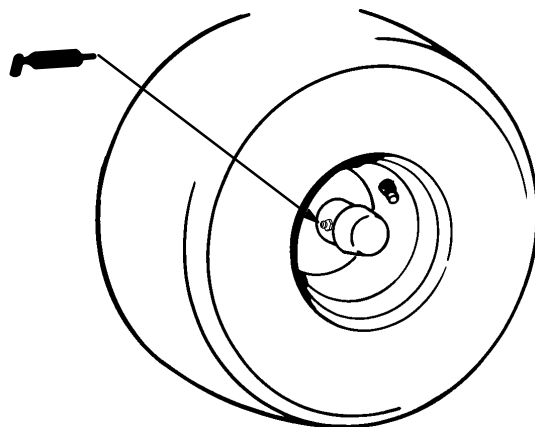

Figure 21
1. Lubrifier les roulements des roues (Fig. 21).